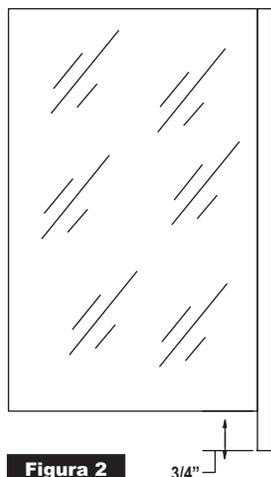

Figura 2
2. El montante con bisagra y el riel con bisagra (11 y 12) vienen instalados de manera ensamblada. Antes de colocar el vidrio en el riel con bisagra (2), retire el montante con bisagra (11) y el casquillo (10) desde el riel con bisagra. Si no lo hace, podría dañar el metal al colocar el vidrio y, por consiguiente, la fijación de la bisagra de la puerta. Sostenga el riel de la bisagra contra el vinilo con un bloque para vidrio y coloque el vidrio con un martillo. El riel de la bisagra debe prolongarse por debajo de la parte inferior del vidrio (Figura 2) y debe estar recto de un extremo a otro.